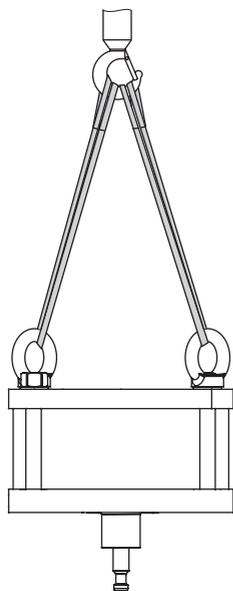

Fig. 4: Puntos de elevación en el accionamiento
- Asegurarse de que, el arnés adicional entre ojal y equipo de elevación no soporta ninguna carga. Este arnés solo protege la válvula de control de inclinación al levantarla. Antes de elevar la válvula de control tensar el arnés. Las eslingas sujetas al cuerpo de la válvula deben soportar toda la carga (ver fig. 4).
1. Fijar una eslinga entre los ojales del accionamiento y el dispositivo de elevación (p. ej. gancho) de la grúa o carretilla, ver fig. 4.
SAMSON recomienda utilizar un gancho con pestillo de seguridad (ver fig. 4). El pestillo de seguridad impide que las eslingas se deslicen durante el levantamiento y transporte.